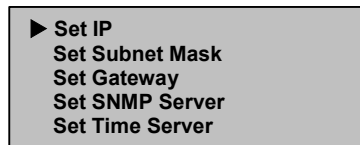

Figura 24: Set IP
5. En el submenú Ethernet, desplácese hasta Set IP (Establecer IP). (Consulte la Figura 24.)
5. En el submenú Ethernet, desplácese hasta Set Subnet Mask (Establecer máscara de subred). (Consulte la Figura 24.)
5. En el submenú Ethernet, desplácese hasta Set Gateway (Establecer Vía de Acceso). (Consulte la Figura 24.)
5. En el submenú Ethernet, desplácese hasta Set SNMP Server (Establecer Servidor SNMP). (Consulte la Figura 24.)
5. En el submenú Ethernet, desplácese hasta Set Time Server (Establecer Servidor de Tiempo). (Consulte la Figura 24.)